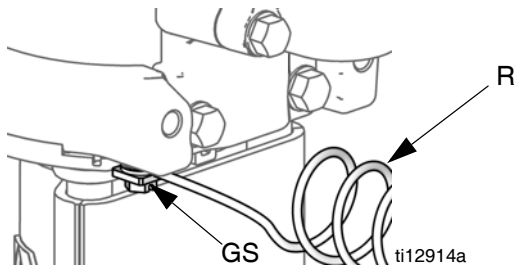

FIG. 2. Fio e parafuso de ligação à terra
1. Bomba: Consulte FIG. 2. Verifique se o perno de ligação à terra (GS) está ligado e apertado de forma segura no motor pneumático. Ligar a outra ponta do fio de ligação à terra (R) a um verdadeiro contacto de ligação à terra.